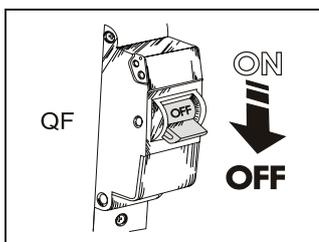
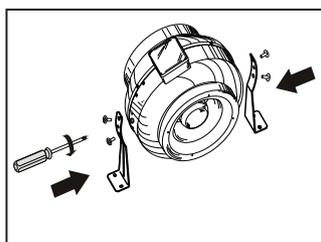

Abb. 6
Abb. 7
1. Schalten Sie die Stromversorgung ab, Abb. 6;
2. Drehen Sie die Bolzen (5) aus dem Gehäuse (1) heraus und installieren Sie die Montagewinkel (4) so, dass die Öffnungen auf den Montagewinkeln mit den Schraubenköpfen (6) übereinstimmen.
3. Befestigen Sie die Montagewinkel auf dem Gehäuse mit den Schrauben, Abb. 7.